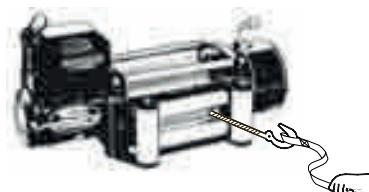

Figura 3
8. ALÉJENSE DEL CABRESTANTE, DEL CABLE METÁLICO BAJO TENSIÓN Y DEL GANCHO AL OPERAR EL CABRESTANTE. Nunca coloque su dedo a través del gancho. Si su dedo llegase a quedar atrapado en el gancho, usted podría perder su dedo. Al guiar el cable metálico hacia adentro o hacia afuera USE SIEMPRE EL PROTECTOR DE MANOS (Ver la figura 3).